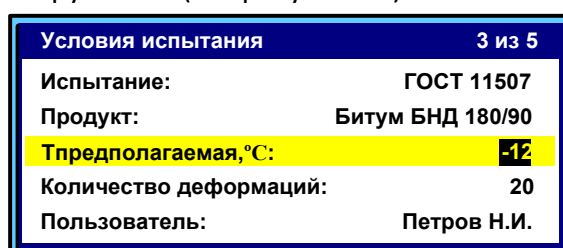

Рисунок 28 – Режим ввода предполагаемой температуры хрупкости
4.10.3.1 В режиме ожидания нажать клавишу «*», выбрать пункт меню «Условия испытания» → «Тпредполагаемая,°С:» и нажать клавишу «Режим». Аппарат переходит в режим ввода предполагаемой температуры хрупкости (см. рисунок 28).